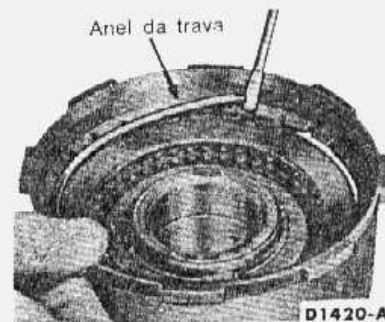

fig. 73 — remoção do anel de trava da embreagem de ré e alta
1. Remover o anel de trava da placa de pressão (fig. 73).